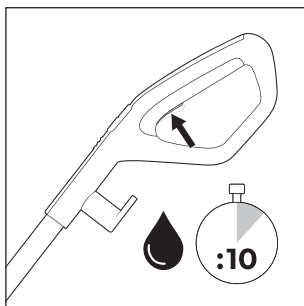
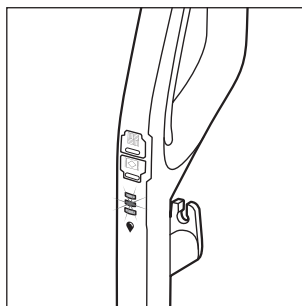

Fig. 18
Fig. 19
- ♦ Prima di ogni uso mantenere premuto per circa 10 secondi l'interruttore della soluzione detergente  **15** per preparare il rullo a spazzola **6** al funzionamento con la soluzione detergente (vedere fig. 18). L'indicazione della soluzione detergente  **12** lampeggia alternatamente con luce blu quando si mantiene premuto l'interruttore  **15** (vedere fig. 19).